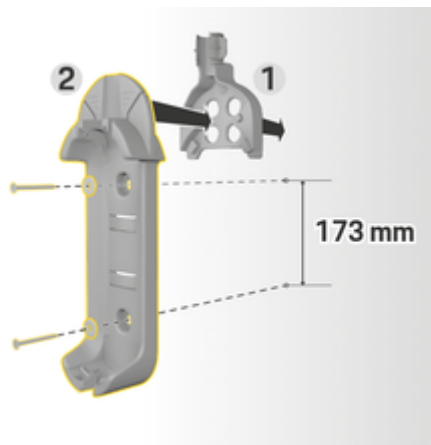

図. 7: 穴あけ寸法
3. ウォールマウントベース 2 (図. 7) を手前からケーブルガイド 1 (図. 7) に押し込んでください。